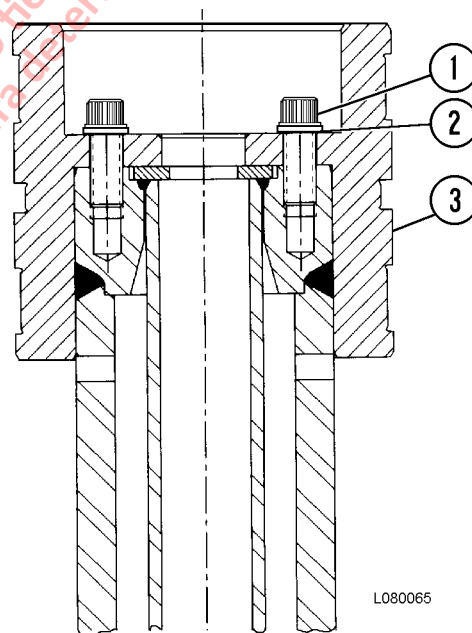

FIGURA 8-23. PISTÓN DE 3RA ETAPA
10. Enrosque dos pernos guía de 100 mm (4 in) de longitud en el extremo del vástago (1). Instale el sello (8) en el extremo del vástago.
11. Alinee el retenedor del rodamiento del vástago del pistón (6) sobre los pernos guía y bájelo sobre el extremo del vástago (1). Retire los pernos guía.
12. Revise cuidadosamente si los tornillos (1, Figura 8-23) muestran señales de fatiga. Reemplace los tornillos si tiene dudas.
13. Lubrique los tornillos (1) con grasa a base de litio. Instale los tornillos y la placa (2). Apriete los tornillos a **780 N·m (575 ft lb)**.